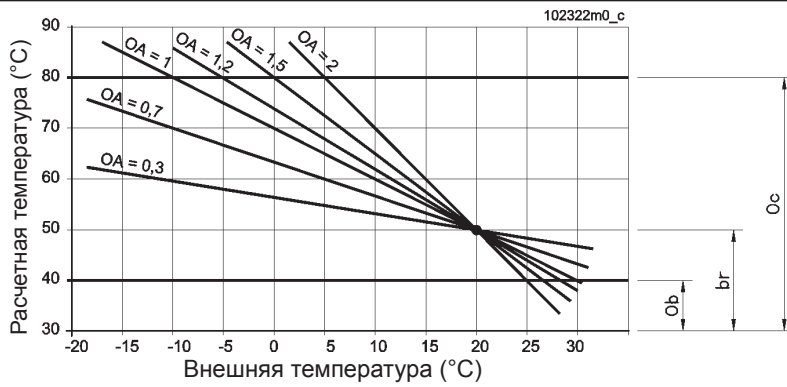

Рисунок 32 - Контур высоких температур. График климатической регулировки (регулировка при изменении параметра "OA")
- СН = 01 "Климатическая регулировка": температура на подачу в контур отопления регулируется внешним температурным датчиком, согласно алгоритму, указанному на рис. 32 и 33. Температура на подачу соответствует расчетной температуре. Открытие и закрытие комнатного термостата, соответственно останавливает или запускает насосы каждого термического элемента. Когда "Расчетная температура" опускается ниже "Минимальной температуры отопления", услуга на отопление выключается. И включается автоматически, когда "Расчетная температура" становится снова выше "Минимальной температуры отопления";
- СН = 02 "Климатическая регулировка с комнатной компенсацией": температура на подачу в контур отопления отрегулирована автоматически с помощью внешнего температурного датчика, согласно алгоритму, показанному на рис. 32 и 33.
- по средствам рукоятки "7" рис. 31 возможно сделать небольшие перемещения прямой "b", показанные на рис. 32 и 33, т.е. сместить прямую параллельно с шагом в 10°C от 0°C до 20°C.
0H на 02. Всё производится точно, как в предыдущих главах "Климатической регулировки", только лишь с той разницей, что циркуляционный насос постоянно находится в работе. Открытие контакта комнатного термостата говорит о смещении параллельно вниз сетки, показанной на рис.32 и 33. Значение, с которым сетка может передвигаться вниз регулируется с помощью параметра
рисунок 32 и 33
Рисунок 32а - Контур высоких температур. График климатической регулировки (регулировка при изменении параметра "b")
Регулировка наклона линии графика см. рис. 32 и 33 (наблюдаемая только если активизирована климатическая регулировка). См. главу 7.8	Диапазон регулировки: 0,1-5,0
Регулирование параллельного смещения линии графика изображенного на рис. 32 и 33 (наблюдается только, если климатическая регулировка активирована. См. гл. 7.8)..	Только наблюдение. Регулировка выполняется с помощью рукоятки “9” рис 1. Может включать значения между 0°C и +20°C